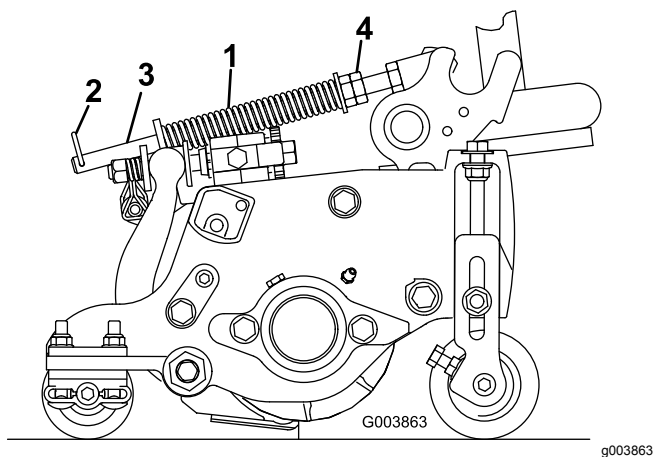

図 21
1. スプリングロッドの後穴にヘアピンコッターを忘れずに取り付けてください 図 21。
2. スプリングロッド前部の六角ナットを締めて、スプリング圧縮状態の長さが 159mm になるようにする 図 21 を参照。